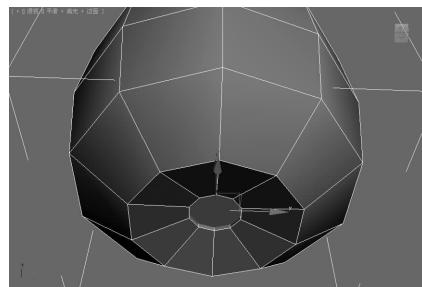

图 5-106 倒角并挤出多边形▲
(2) 在“编辑多边形”卷展栏中单击“倒角”按钮右边的 \square 按钮，弹出“倒角多边形”对话框，设置“高度”为-1，“轮廓量”为-3.8，单击“确定”按钮。继续单击“挤出”按钮右边的 \square 按钮，在弹出的“挤出多边形”对话框中设置“挤出高度”为-0.3，单击“确定”按钮，得到如图 5-106 所示的效果。